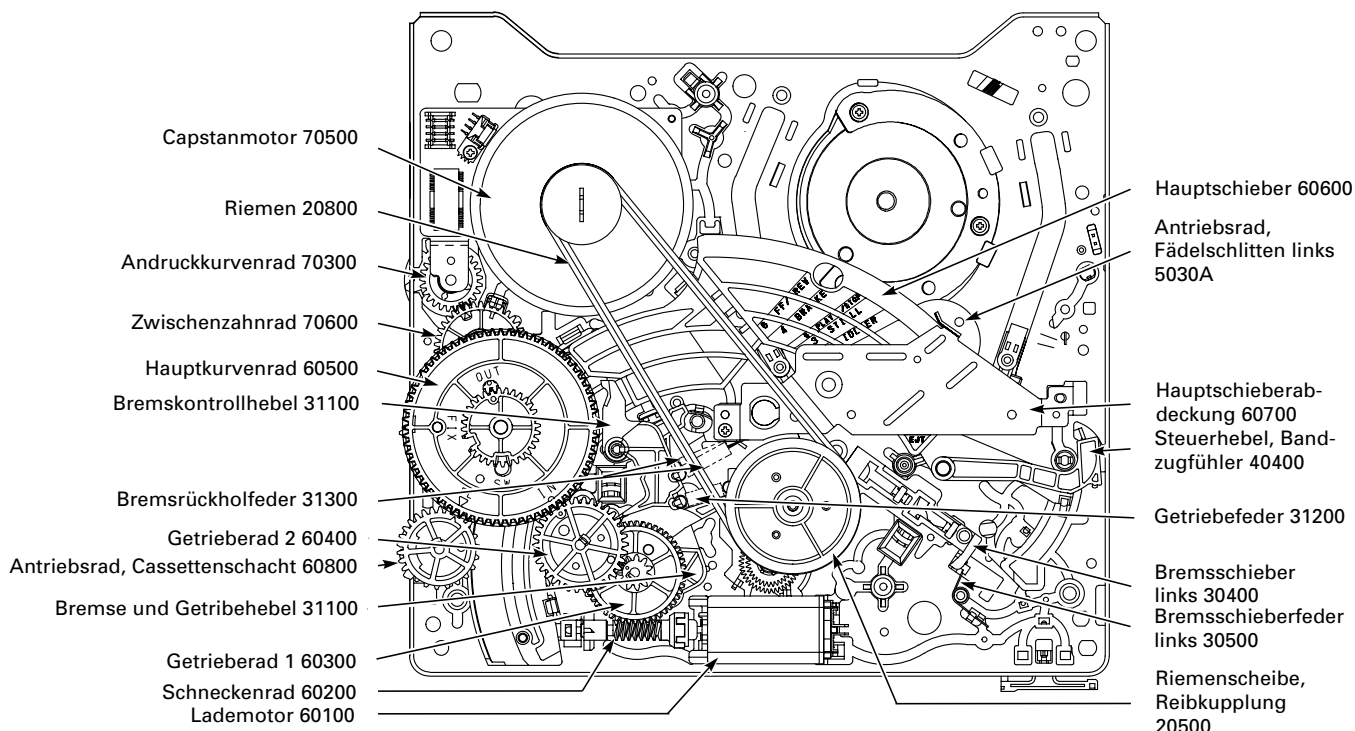

Fig. 4.3
– Durch Drehen des Schneckenrades (60200) am Lademotor (60100) oder durch Drehen der Zahnräder (60300, 60400, 60500) bei ausgebautem Schneckenrad (60200) können die Laufwerkfunktionen von Hand überprüft werden (Fig. 4.3).